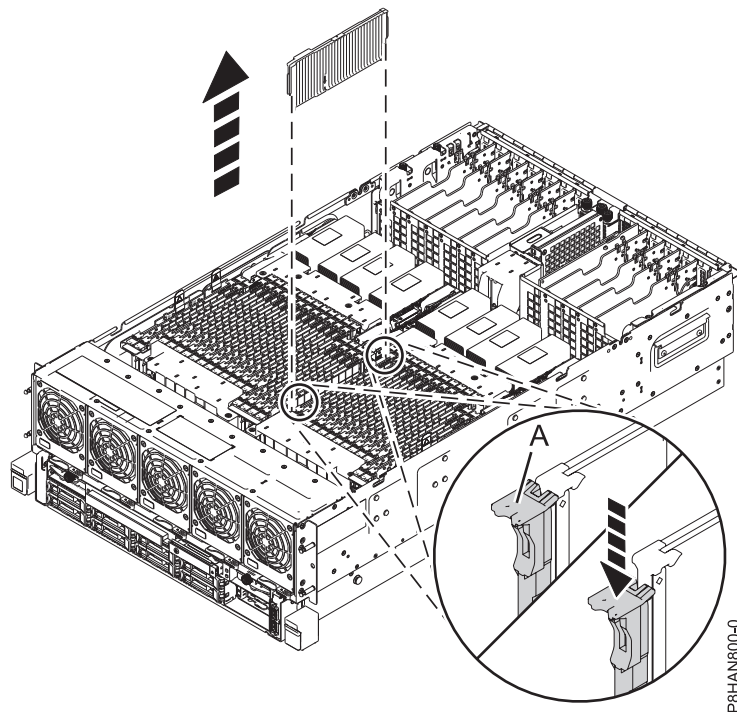

Figura 5. Remover o enchimento de um memória da ranhura do memória num sistema 8408-44E ou 8408-E8E
- a. Para desbloquear o enchimento do memória do conector na ranhura, empurre as patilhas de bloqueio (A) na direcção apresentada em Figura 5 na página 8. A acção de alavanca das patilhas força o enchimento do memória a sair para fora do conector.